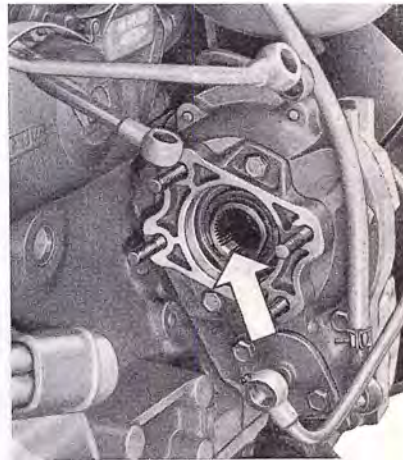

Fig. 32. - Dent de référence sur le toc d'entraînement de pompe d'injection.
- Engager la pompe sur les quatre goujons la retenant au moteur et orienter le creux du pignon en face de la double dent du toc d'entraînement (voir fig. 32).